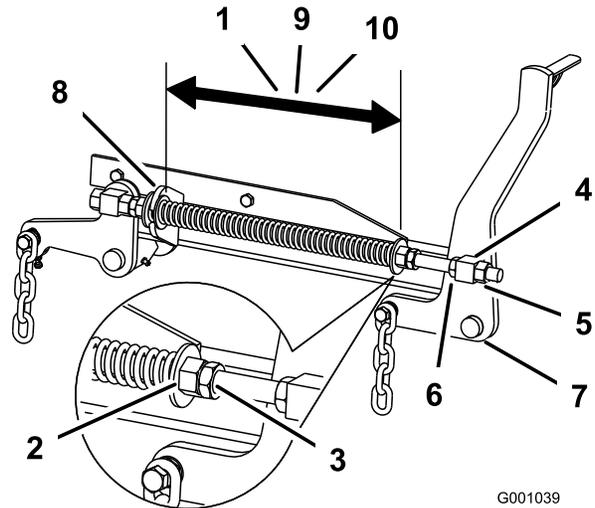

Bild 107
2. Prüfen Sie den Abstand zwischen den beiden großen Scheiben. Für Mähwerke mit 132 cm sollte der Abstand 28,2 cm, für Mähwerke mit 152 cm sollte der Abstand 26,7 cm und für Mähwerke mit 182 cm sollte der Abstand 29,2 cm betragen (**Bild 107**).
3. Stellen Sie den Abstand ein. Lösen Sie die Federklemmmutter und drehen Sie die Mutter vorne an jeder Feder (**Bild 107**).
4. Arretieren Sie die Mutter, indem Sie die Federklemmmutter anziehen (**Bild 107**).